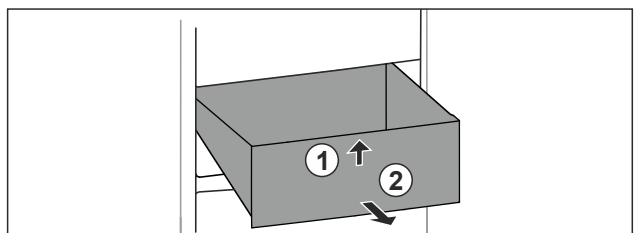

Fig. 92
- ▶ Nadzvedněte zásuvku vpředu. Fig. 92 (1)
- ▶ Vyjměte zásuvku dopředu. Fig. 92 (2)